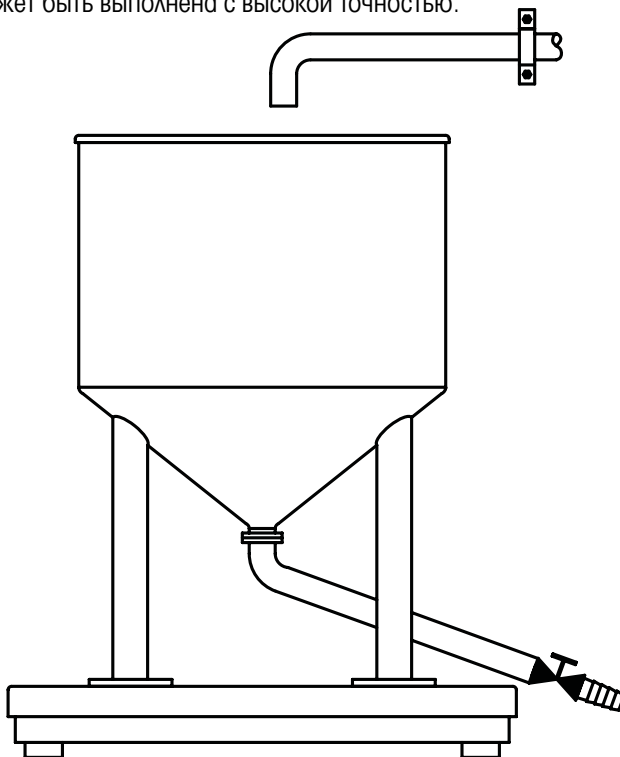

Figure 23: Образцовые резервуарные весы
**3.3. Калибровка методом перемещения материала.** При использовании этого метода определенное количество материала (например, воды) взвешивают на образцовых весах, а затем перемещают в калибруемые резервуарные весы. Точность метода зависит от точности образцовых весов и потерь материала при перемещении. Если в качестве образцовых весов используются прецизионные весы METTLER TOLEDO с MFR-датчиками, а влияние трубной обвязки сведено к минимуму, как показано на рис. 23, калибровка может быть выполнена с высокой точностью.